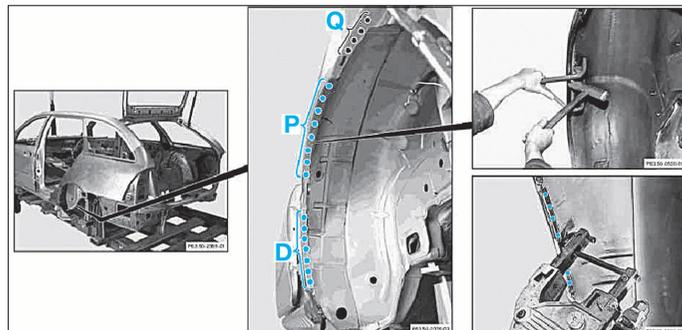

FIG. 105
- Souder à la pointeuse électrique par résistance par points les zones (D), (P) et (Q) (Fig.105).